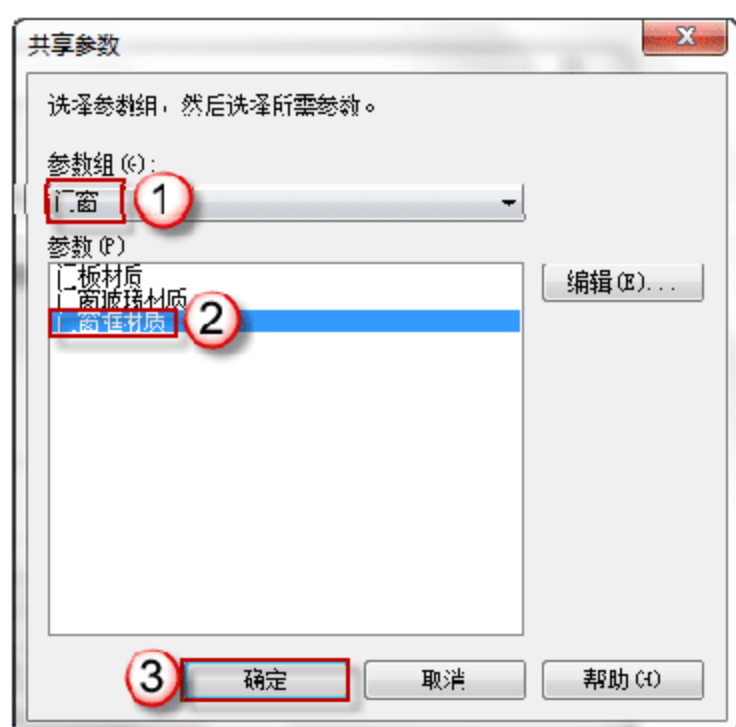

图 6.3.14 添加门窗框材质
(13) 添加 MC2430 门框材质。在门框的“属性”面板中,单击“材质和装饰”栏“材质”右侧的空白按钮,弹出“关联族参数”对话框,单击“添加参数(D)”按钮,弹出“参数属性”对话框。选择“共享参数”单选按钮,单击“确定”按钮,弹出“共享参数”对话框,在“参数组(G)”中选择“门窗”选项,在“参数(P)”中选择“门窗框材质”选项,单击“确定”按钮,如图 6.3.14 所示。